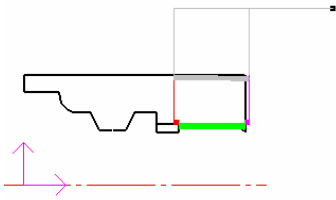

图 4-168 螺纹刀具加工轨迹
8) 生成刀具轨迹。当确定好进退刀点后，系统会自动生成绿色的刀具轨迹，如图 4-168 所示。